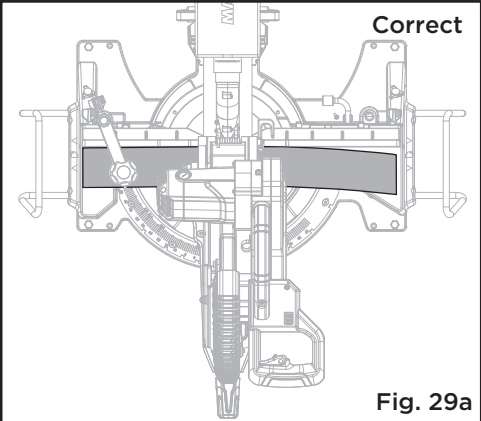
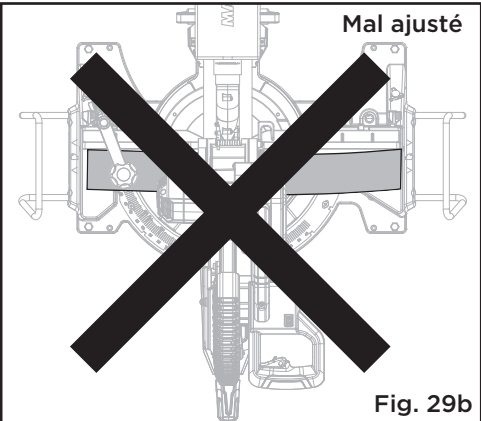

Fig. 29a
Fig. 29b
**COUPE DE MATÉRIAU DÉFORMÉ (FIG. 29a-29b)**
Lors de la coupe d'un matériau déformé, assurez-vous que le matériau à couper est positionné sur la table avec le côté convexe contre le guide, comme indiqué à la figure 29a. Si le matériau déformé est mal positionné (Fig. 29b), la lame se bloque près de la fin de la coupe.